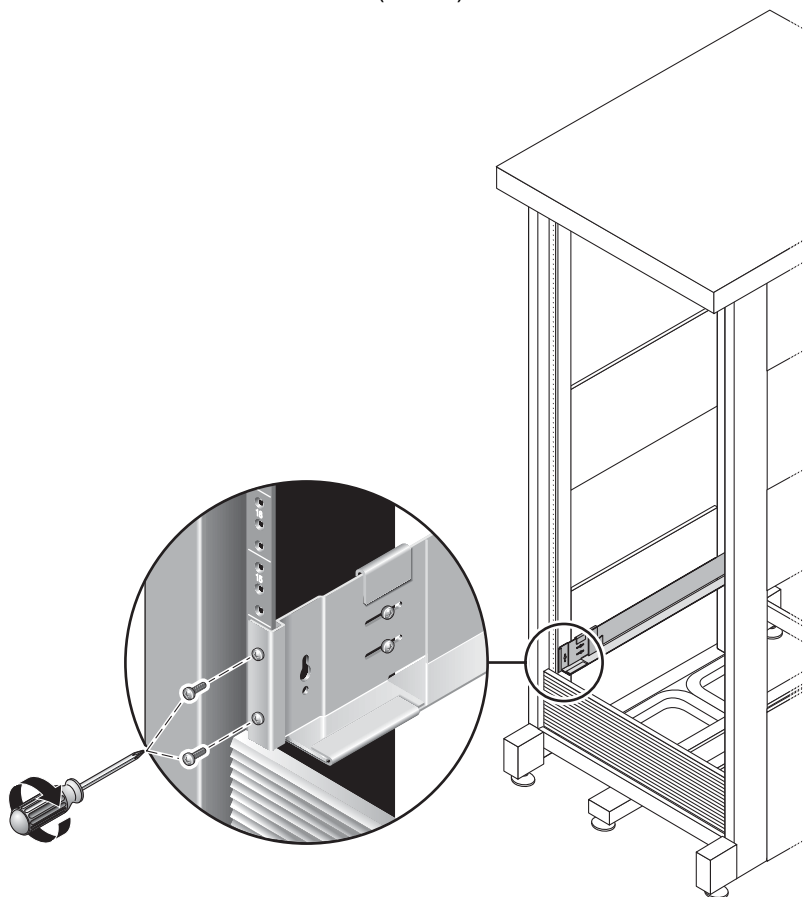

図 2-6 右側レールのキャビネット背面への固定
7. プラスのねじ回し (Phillips の 3 番) を使用して、レールの背面の左右両方に M6 ねじを挿入し、しっかりと締めます (図 2-6)。